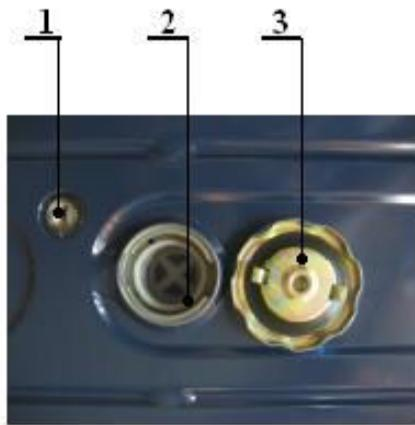

Рис.2 Топливный бак
7.2.3. Заправить бак топливом, при этом топливо заливать через фильтр(2) , встроенный в горловину бака (рис. 2). Использовать чистый бензин с октановым числом не ниже 92. При заправке необходимо оставить некоторое пространство в баке для расширения топлива. Хранить бензин перед использованием не более 30 дней.